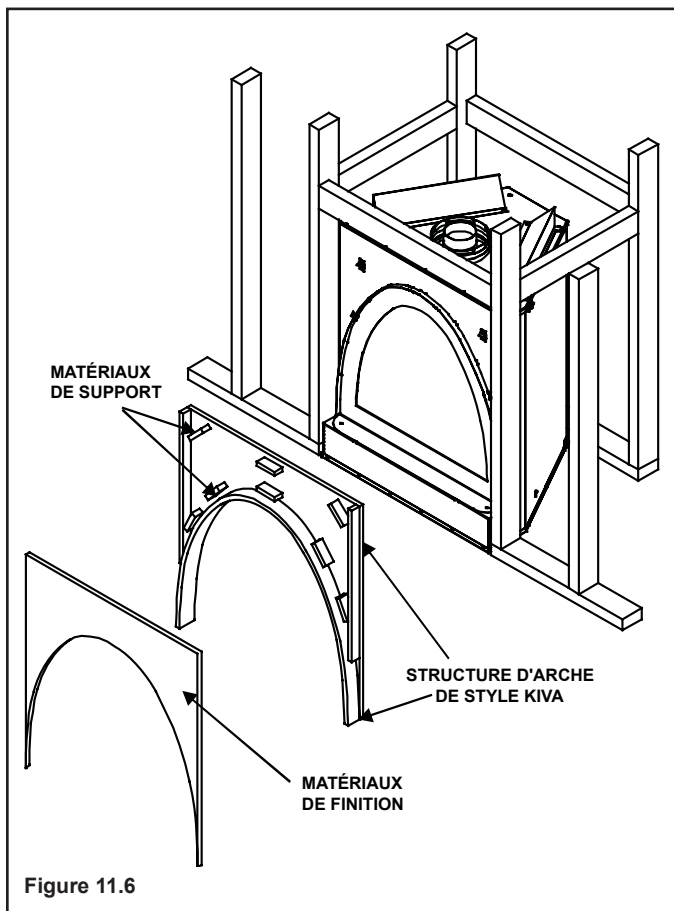

Figure 11.6
- Un gabarit est fourni sur le papier-carton utilisé pour expédier l'appareil. Découpez simplement en suivant les lignes et utilisez comme modèle pendant la construction de l'arche de style Kiva (voir Figure 11.6).